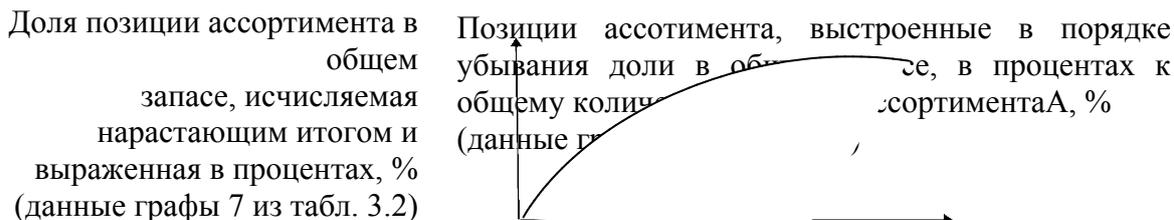

Рис.1. Кривая ABC- анализа
8. Построение кривой ABC-анализа рис.1.